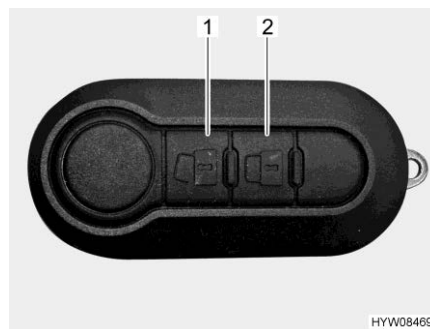

Fig. 63 Télécommande du verrouillage centralisé (2 touches)
- Déverrouiller les portes : ■ Appuyer une fois brièvement sur la touche  (Fig. 63,1). Les serrures de porte sont déverrouillées.
- Verrouiller les portes : ■ Appuyer une fois brièvement sur la touche  (Fig. 63,2). Les serrures de porte sont verrouillées.